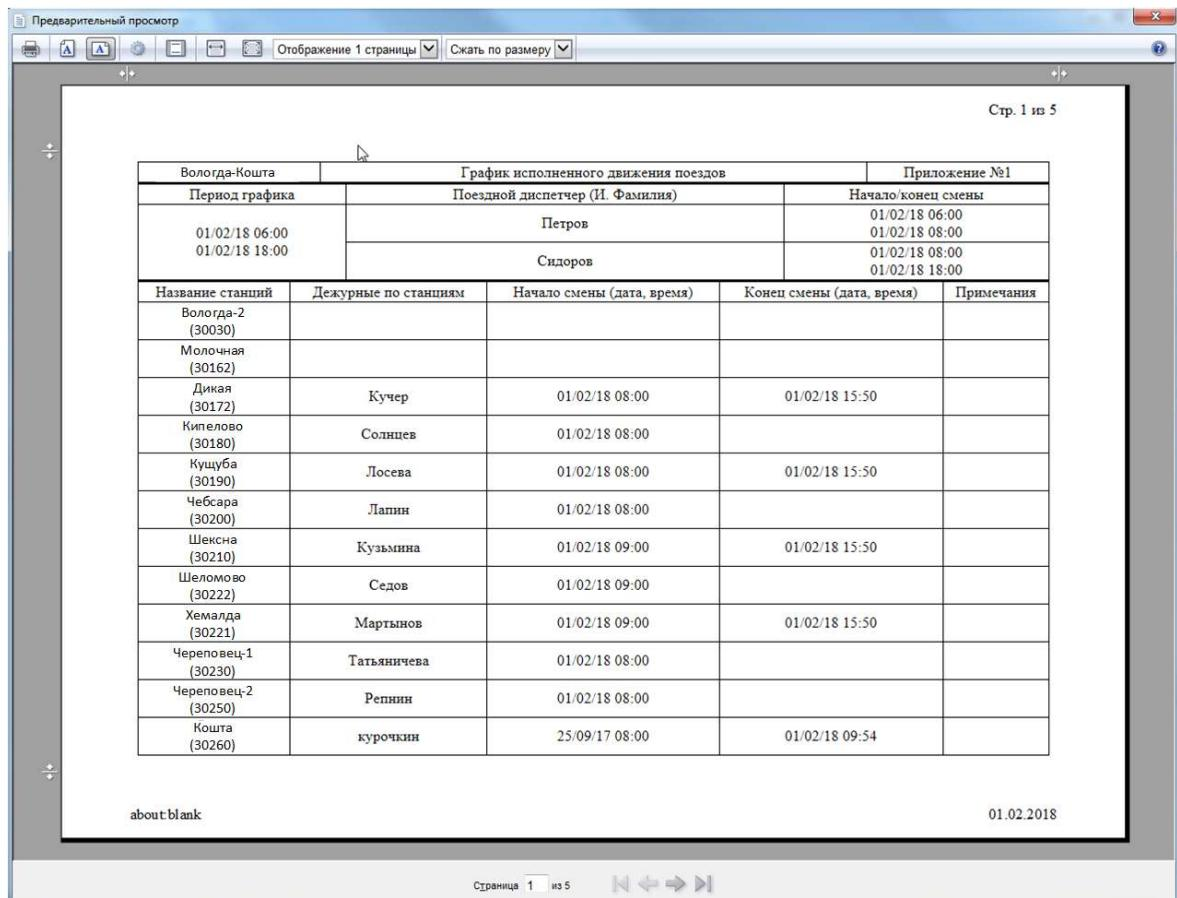

Рис.128. Макет приложения. Приложение 1.
2. После выбора и настройки печатного устройства нажмите кнопку «OK», чтобы перейти к просмотру макета приложения (см. рис. 128).
- ДНЦ, ДСП и времени принятия дежурства на станциях (приложение 1, рис. 128).